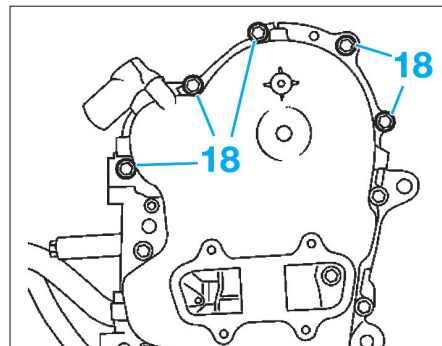

FIG. 78
- les 5 vis (18) du carter de distribution sur le carter d'arbre à cames (Fig.78).